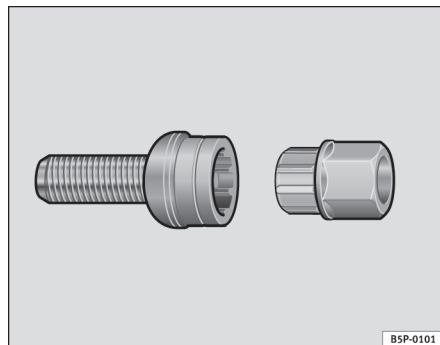

Abb. 174 Diebstahlhemmende Radschrauben
- Setzen Sie den Adapter bis zum Anschlag in der diebstahlhemmenden Radschraube ein ⇒ **Abb. 174**.